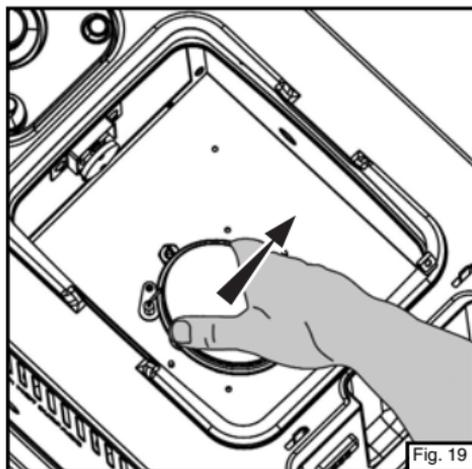

Fig. 19
- Si la flamme est médiocre ou si le brûleur ne s'allume pas du tout, il se pourrait que le brûleur soit obstrué par de la saleté ou bien par un nid d'insecte. Tirez fermement le brûleur tout droit pour le sortir (fig. 19).